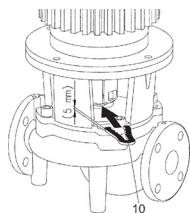

Fig. 13: Zakładanie widełek montażowych
10. Wsunąć widełki montażowe (Fig. 13, poz. 10) pomiędzy latarnię i sprzęgło. Nie może być luzu między widełkami montażowymi a elementami pompy.
13. Wsunąć widełki montażowe (Fig. 13, poz. 10) pomiędzy latarnię i sprzęgło. Nie może być luzu między widełkami montażowymi a elementami pompy.